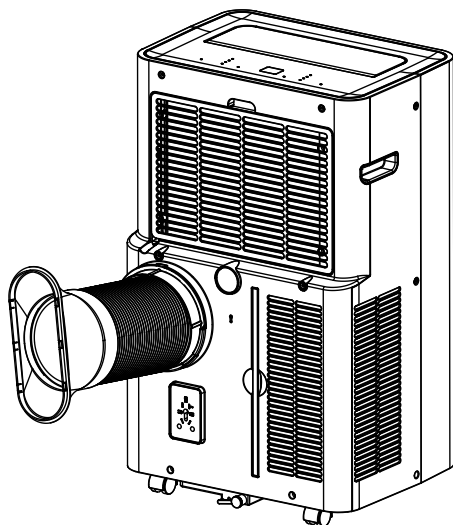

Fig.1
1. Raccorder le raccord circulaire au tuyau flexible, allonger suffisamment le flexible pour atteindre l'extérieur (1,5 mt) et le fixer à la partie postérieure du climatiseur (Fig.1)
1. Pour réaliser le trou dans le verre, il est conseillé de prendre également l'accessoire pour kit de hublots du vitrier (Fig. 1)
(Fig. 1)